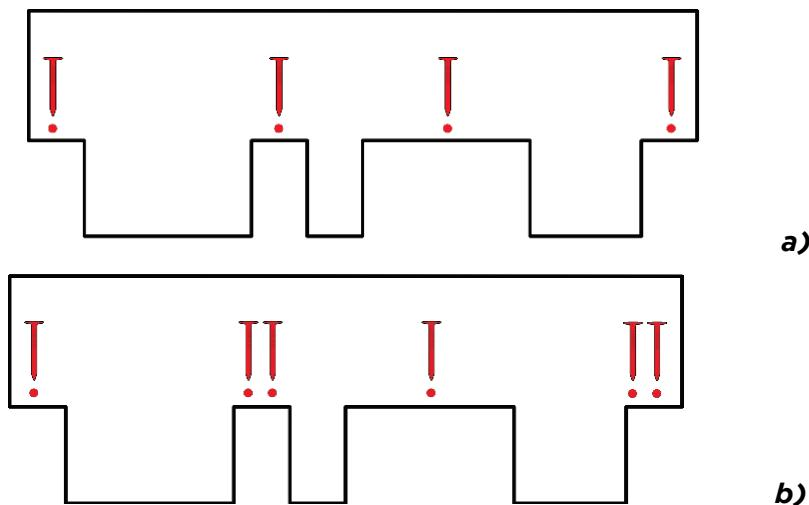

**Fig. 6 - Taglio delle faldine**
- Predisporre le tegole per la fila di partenza andandone a tagliare le faldine, come da Fig. 6;